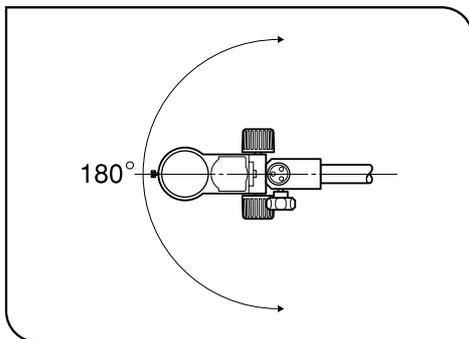

図 8
- 4) ボンダーム回転クランプつまみをゆるめるとボンダームを水平に回転させることができます。(図8) 左右90°ずつ180°以上回転可能ですが、回しすぎると水平アームと鏡体が衝突しますので注意してください。